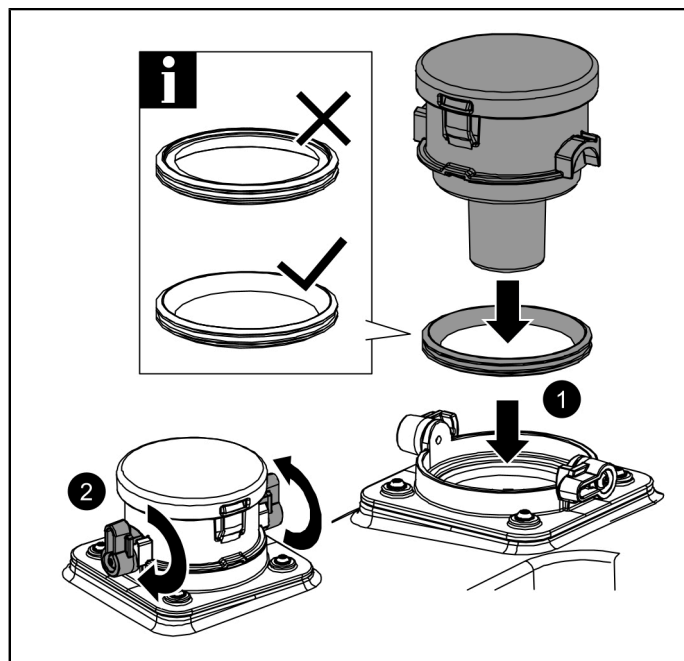

Fig. 6: e
- ⓘ Prestare attenzione alla sede corretta della guarnizione tra l'accessorio e il corpo base (vedere la fig. 6: e).